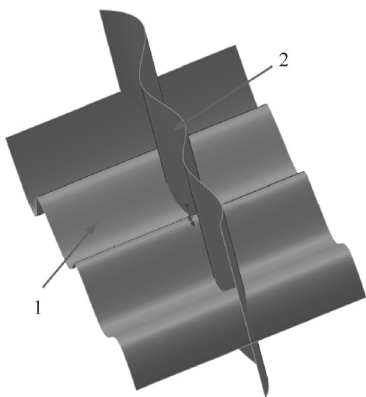
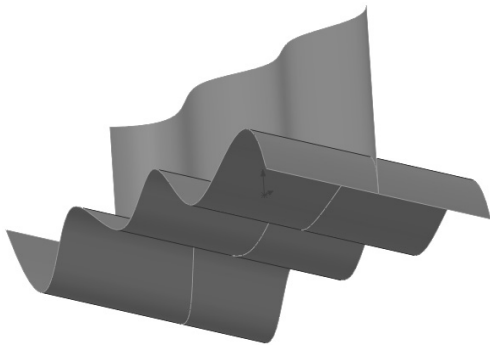
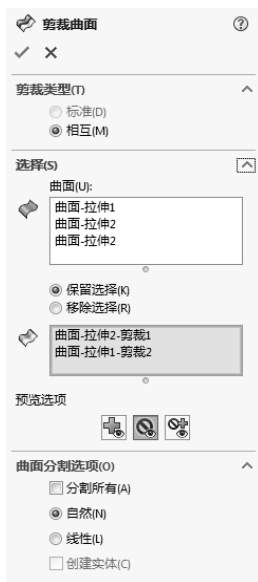
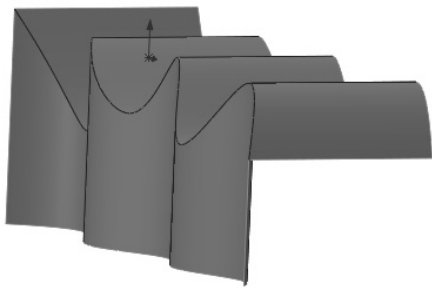

图 9-43 打开的文件实体
图 9-46 移除选择的剪裁图形 1
图 9-47 “剪裁曲面”属性管理器 2
图 9-49 移除选择的剪裁图形 2
2) 在“剪裁类型”选项组中，选择“标准”单选按钮；在“选择”选项组中，选择“保留选择”单选按钮，并在列表框中，单击选择图 9-43 所示的曲面 2 所标注处，在列表框中选择曲面 1 所标注处，属性管理器设置如图 9-44 所示。
如果在“剪裁曲面”属性管理器中选择“移除选择”单选按钮，并在列表框中，单击选择图 9-43 所示的曲面 1 所标注处，在列表框中选择曲面 2 所标注处，则会移除曲面 1 下面的曲面 2 部分，移除选择的剪裁图形如图 9-46 所示。
2) 在“剪裁类型”选项组中，选择“相互”单选按钮；在“剪裁工具”列表框中，单击选择图 9-43 所示的曲面 1 和曲面 2；选择“保留选择”单选按钮，并在（保留的部分）列表框中单击选择图 9-43 所示的曲面 1 左侧和曲面 2 下侧，其他设置如图 9-47 所示。
如果在“剪裁曲面”属性管理器中选择“移除选择”单选按钮，并在（要移除的部分）列表框中，单击选择图 9-43 所示的曲面 1 和曲面 2 所标注处，则会移除曲面 1 和曲面 2 的所选择部分。移除选择的剪裁图形如图 9-49 所示。